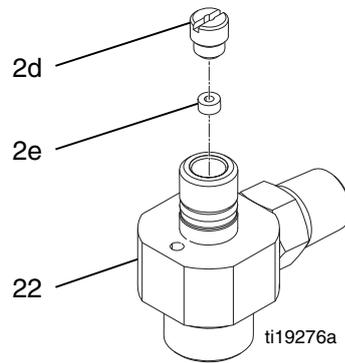

FIG. 11
1. Engrase ligeramente las cavidades internas del alojamiento del fluido (22). Instale el sello pequeño (2e) con sus bordes orientados hacia la cavidad del alojamiento de fluido. Instale el retén del sello (2d) y apriete a un par de 30-40 in-lb (3,4-4,5 N•m). Consulte la FIG. 11.